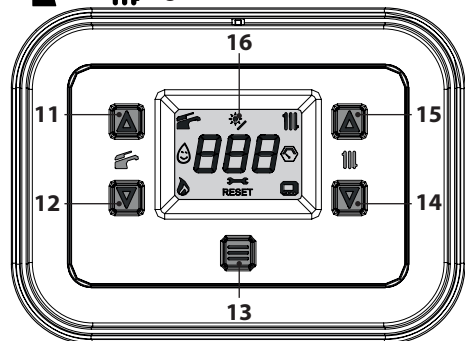

Figura 6.6
- Tenere premuto per 5 secondi il tasto 13 fino a far apparire sul display entrambe i simboli  e  (Figura 6.6).
- Entrare in "modalità programmazione" premendo contemporaneamente per 5 secondi i tasti 12 e 14 (Figura 6.6) fino a far apparire sul display LCD le lettere **HiS** che indicano il menu "Storico delle caldaia" (Figura 6.8).
- Premere il tasto 13 (Figura 6.6) per attivare la funzione. Il display visualizzerà quanto segue (Figura 6.10 e Figura 6.11).
- tenere premuti contemporaneamente i tasti 12 e 14 per 5 sec. (Figura 6.6) (ritorno al livello precedente).
- Spegnere la caldaia tenendo premuto per 5 secondi il tasto 13 (Figura 6.6) fino a far apparire sul display LCD il simbolo  (i trattini vengono accesi in sequenza per simulare uno scorrimento) (Figura 6.5).